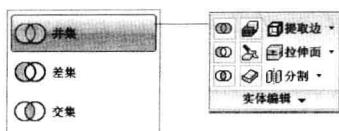

图 9-1-6
(8) 在“实体编辑”面板中单击“并集”按钮 \textcircled{C} ，如图9-1-6所示，选择汉字曲线拉伸的实体，按Enter键，将其合并为一个实体。